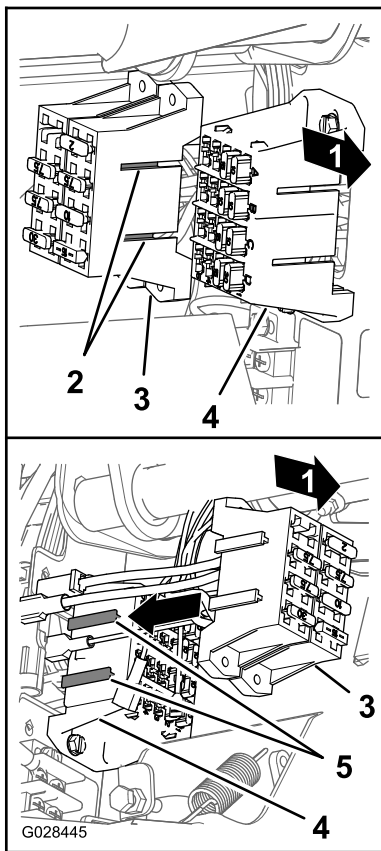

図 26
4. スプレーヤのヒューズブロックのT字フィッティングを、車両のヒューズブロックのT字スロットに合わせて、スプレーヤのヒューズブロックをスロットの一番奥までしっかりと差し込む 図 26。